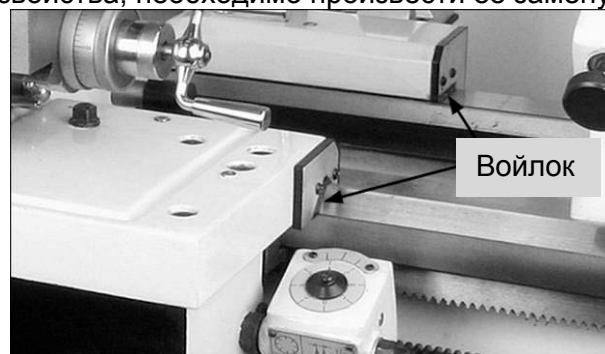

Рис.12
5. Салазки – войлочная защита салазков от пыли установлена по обеим сторонам суппорта (Рис.12). Защиту необходимо еженедельно очищать керосином. Если защита повреждена или утратила свои очищающие свойства, необходимо произвести ее замену.